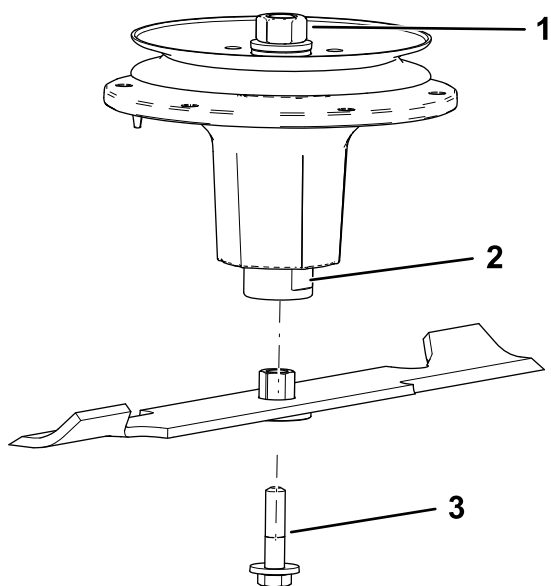

Figura 86
2. Montate il gruppo boccola/lama nell'albero del fusello (Figura 86).